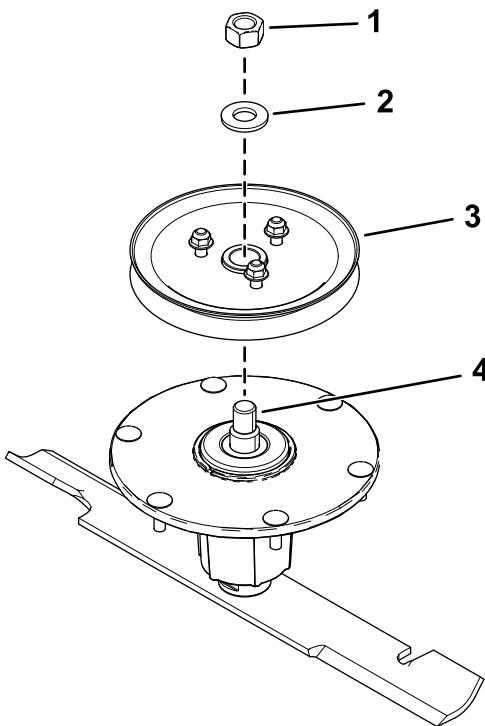

図9
5. ワッシャと上部ナットを使って、シーブアセンブリをスピンドルに取り付ける図9。